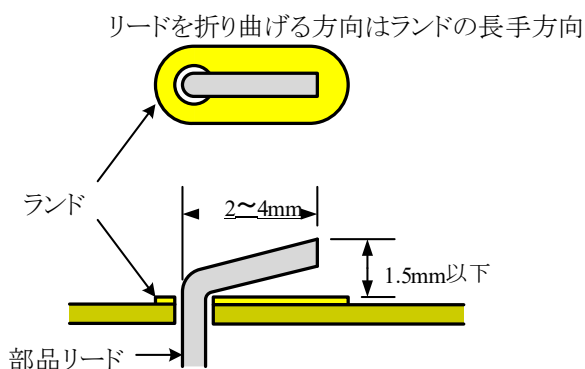

図11 部品リードの折り曲げ
- ⑤ LED (LED2~4), フィルムコンデンサ (C3~C5), 炭素皮膜抵抗器 (R1~R18, R21) のリードは、プリント基板に挿入した後、ランドにほぼ密着させて折り曲げ、ランドの周囲を基準として切断する。折り曲げる方向は、長丸ランドの長手方向とする。折り曲げる寸法を図11に示す。